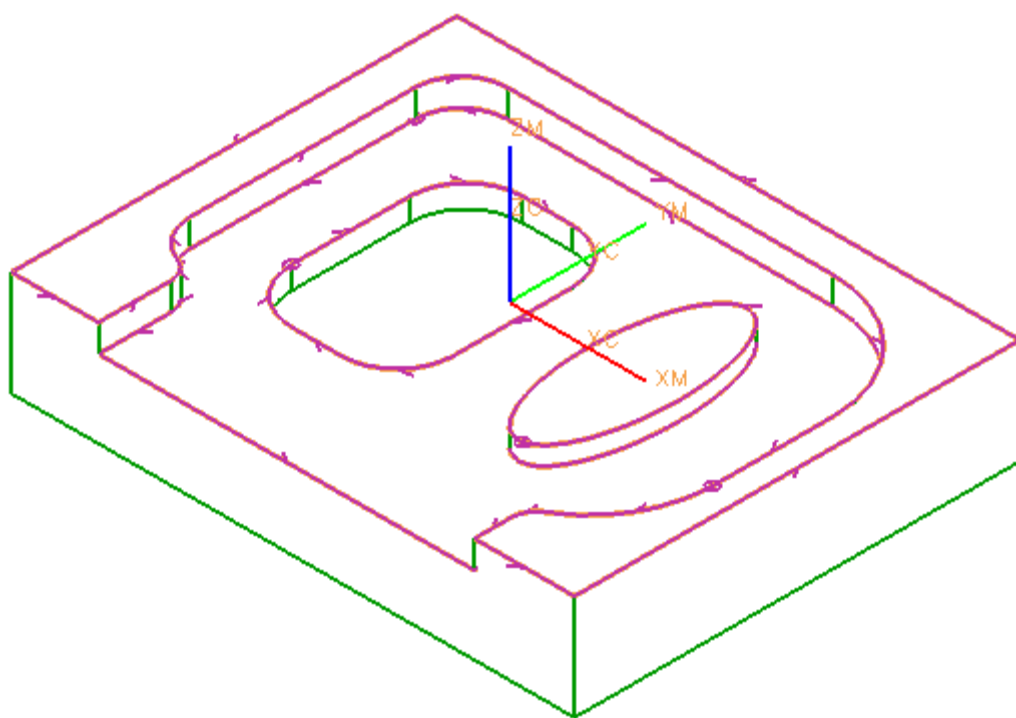

图 8-78
- 单击 , 指定如图 8-78 所示的零件边界, 单击确认。